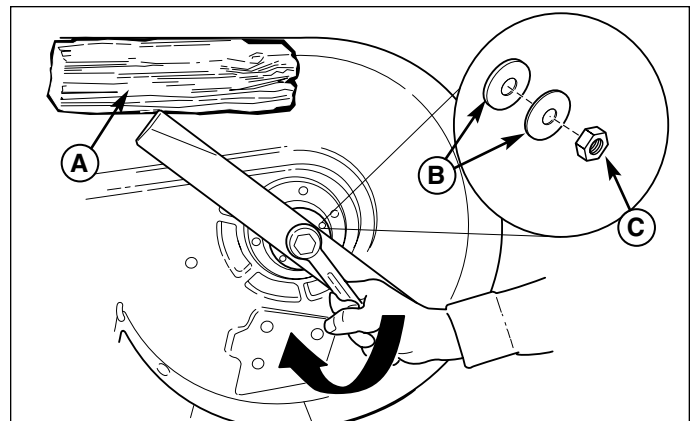
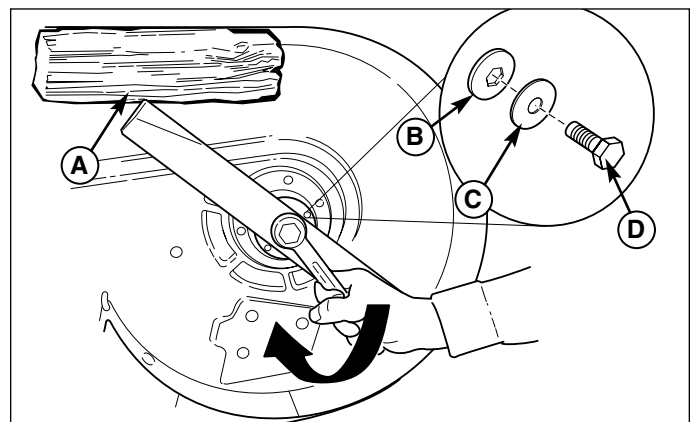

Figure 20. Pose de la lame
Figure 21. Pose de la lame
3. Déposer l'écrou (C, Figure 20), les rondelles élastiques (B) et la lame ou déposer la vis (D, Figure 21), l'écrou hexagonal (B), la rondelle élastique (C) et la lame.
6. Remonter la lame (Figure 21) avec les languettes tournées du côté du carter comme sur l'illustration.
7. Remonter les rondelles élastiques (B, Figure 20) et l'écrou (C). Bloquer la lame avec une cale en bois (A) pour l'empêcher de tourner et serrer l'écrou de fixation (C) à un couple de 95 à 108 Nm (70 à 80 pi lb). Ou bien, remonter la rondelle hexagonale (B, Figure 21), la rondelle élastique (C) et la vis (D). Bloquer la lame avec une cale en bois (A) pour l'empêcher de tourner et serrer la vis de fixation (D) à un couple de 61 à 75 Nm (45 à 55 pi lb).